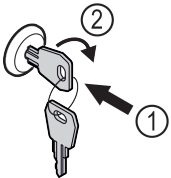

Fig. 173 Примерное изображение
- ▶ Вставьте ключ Fig. 173 (1).
- ▶ Поверните ключ на 90° по часовой стрелке Fig. 173 (2).